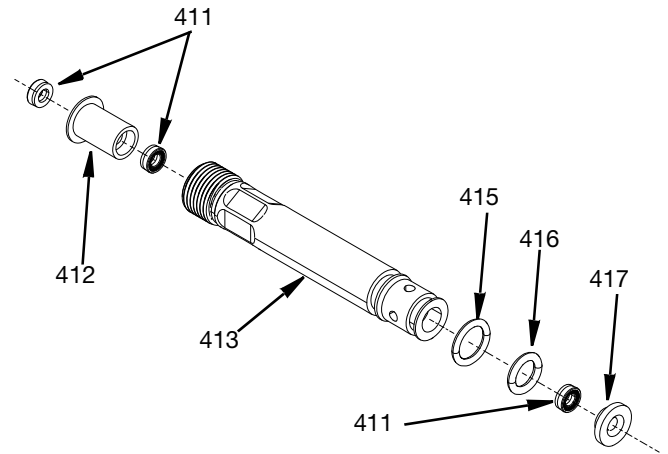

Рис. 30
1. Установите уплотнительные кольца (415), затем (416) на короткую направляющую уплотнения подшипника (413) и длинную направляющую уплотнения подшипника (414).
2. Установите по одному сальниковому уплотнению иглы (411) в конец кольцевого уплотнения короткой и длинной направляющей уплотнения подшипника (413 и 414). Открытая пружинная сторона сальниковых уплотнений иглы должна быть направлена наружу.
3. Вдавите нижний подшипник (417) в торец с уплотнительным кольцом короткой и длинной направляющей уплотнения подшипника (413 и 414).
4. Вставьте два сальниковых уплотнения иглы (411) в каждый верхний подшипник (412). Открытая пружинная сторона сальниковых уплотнений иглы должна быть обращена наружу с каждой стороны верхнего подшипника. Вставьте полученную конструкцию в резьбовой конец направляющих уплотнения подшипника (413 и 414). См. Рис. 30.
**ПРИМЕЧАНИЕ:** Рис. 30 показана короткая направляющая уплотнения подшипника (413), при этом длинная и короткая направляющие собираются одинаково.